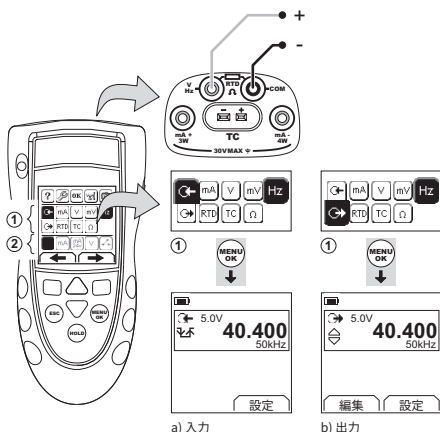

図 6: 構成例 - Hz またはパルスの測定 / 供給
1. 本計器を接続し (図 6)、必要に応じてセットアップ (表 1) を調整します。